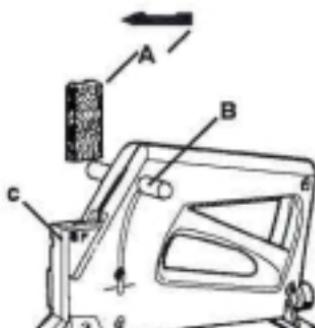

Ilustración 1
1. Para insertar una pila de puntas (A) , tire las perillas seguidoras (B) hacia arriba y rótelas a la posición cerrada. Ilustración 1.